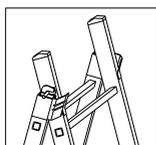

Fig.13
1. mettere la scala in posizione verticale, afferrare il secondo tronco in corrispondenza del primo piolo dal basso, disinserire il blocco tronchi ivi posizionato, sollevare il secondo tronco fino a liberare i ganci di arresto posti inferiormente sui montanti, divaricarlo leggermente rispetto al primo e riabbassarlo (fig.13)